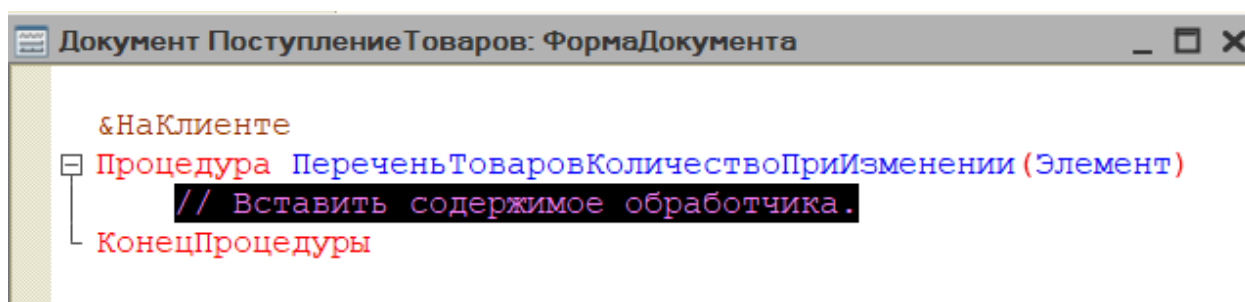

Рис. 3.4. Заготовка процедуры обработки события ПриИзменении
3. В результате выполненных действий активизируется редактор программного кода с процедурой, которая выполняется при вводе количества товаров в строке табличной части документа (рис. 3.4).